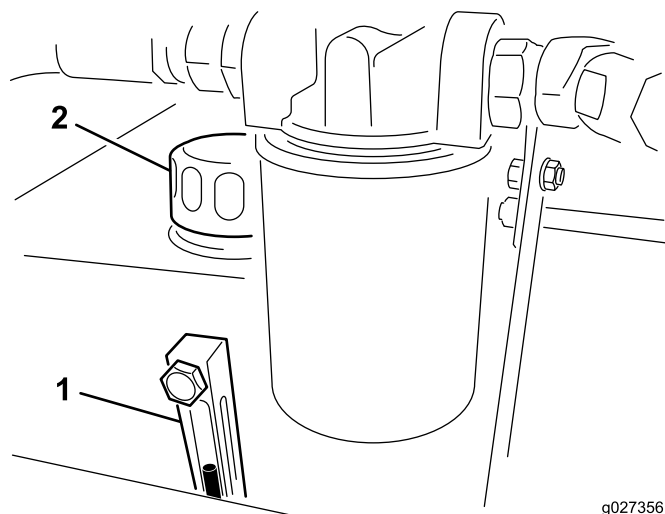

Bild 6
2. Prüfen Sie den Ölstand am Schauglas (Bild 6). Wenn der Ölstand in der Mitte des Schauglases liegt, ist genügend Öl eingefüllt.